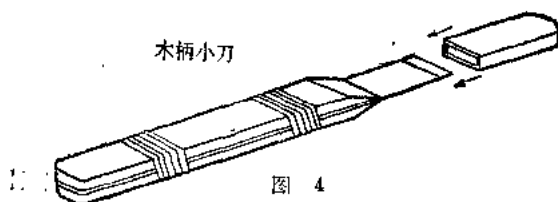

图 4
4. 把锤平的地方用铁锤打扁,如图4所示。
4. 为了安全使用和保护刀口,可以用硬纸板做成一只套子,套在刀口部分,如图4。